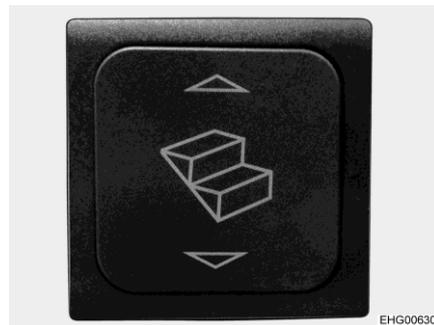

Fig. 1 Interruttore di comando scalino di ingresso
- Premere in basso l'interruttore a bilico (Fig. 1) fino a che lo scalino di ingresso è stato completamente estratto.
- Premere in alto l'interruttore a bilico (Fig. 1) fino a che lo scalino di ingresso è completamente inserito.